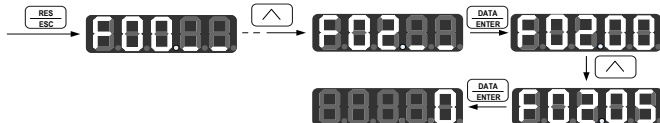

图 4-4 功能设定代码参数查询操作流程
- 通过主菜单、子菜单选择操作，选定相应的功能设定代码，可查询其参数，例如，需查询 F02.05 功能设定代码参数时，可采用图 4-4 所示的操作流程。